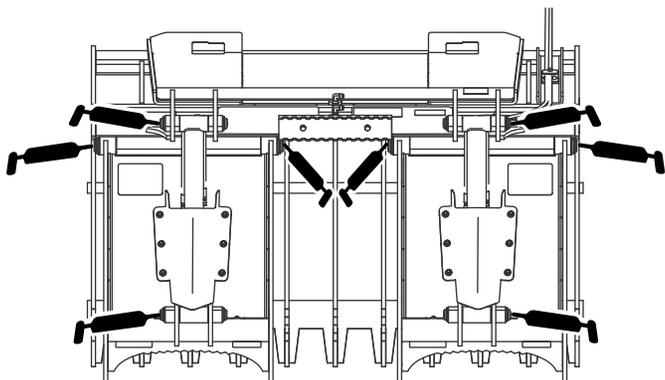

Рисунок 7
4. Присоедините к каждой масленке смазочный шприц (Рисунок 7).